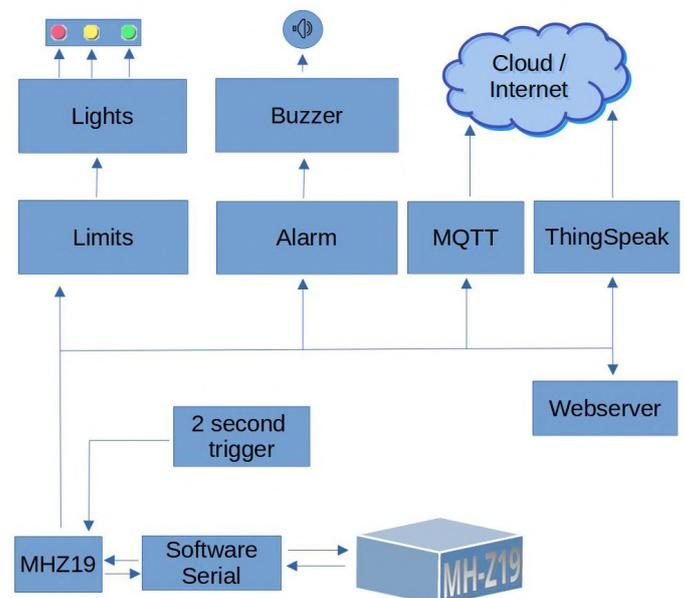

Bild 13. Einstellungen für den Message Queuing Telemetry Transport.
**Message Queuing Telemetry Transport** (MQTT) ist eine vielseitige Möglichkeit, Ihre Daten an andere Systeme zu verteilen, die sie speichern oder verarbeiten sollen und können. Sie benötigen keinen externen Dienst, um Daten zu sammeln oder zu verarbeiten, und Sie können die Daten innerhalb Ihres eigenen Netzwerks halten. Eines der Tools, das MQTT-Konnektivität bietet, ist Node-RED, das besonders beliebt auf dem Raspberry Pi ist. Wir haben in der Vergangenheit viel über die Installation von Node-RED berichtet, und wenn Sie eine schnelle Installationsanleitung für Ihren Raspberry Pi suchen, schauen Sie auf der Node-RED-Website [9] nach. Für MQTT können Sie in der Weboberfläche des CO2-Wächters einen Server und ein Topic angeben, in dem die Daten veröffentlicht werden sollen (**Bild 13**). Die Daten selbst werden als JSON-String mit den Objekten **CO2Value** und **Temp** übertragen, die den CO2-Wert in ppm und die Temperatur in °C darstellen. Wenn Sie mehr über Node-RED mit einem Raspberry Pi lesen möchten, blättern Sie einmal im Buch von Dogan Ibrahim nach, *Programming with Node-RED* (Elektor 2020) [10].